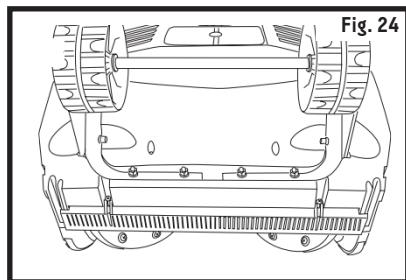

Fig. 24
1. Le racloir est situé à la base de la souffleuse sous le carter du rotor (fig. 24).